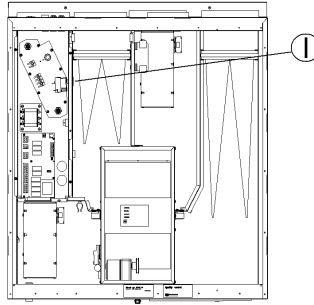

Fig. 7
N FEILSØKING (Fig. 7)
- Kontroller om branntermostat er slått ut. Resettes med trykk på rød bryter "I" i aggregatet (fig 7).
S FELSÖKNING (Fig. 7)
- Kontrollera om brandtermostat har löst ut. Återställ genom att trycka in rød knapp "I" i aggregatet (fig 7).
D FEHLERSUCHE (Fig. 7)
- Prüfen Sie, ob der Brandschutzthermostat ausgelöst hat. Wenn ja drücken Sie Taste "I" im Gerät (fig 7).
GB TROUBLESHOOTING (Fig. 7)
- Check if fire thermostat is still alert. If necessary, reset by pressing the red button "I" in the unit (fig 7).